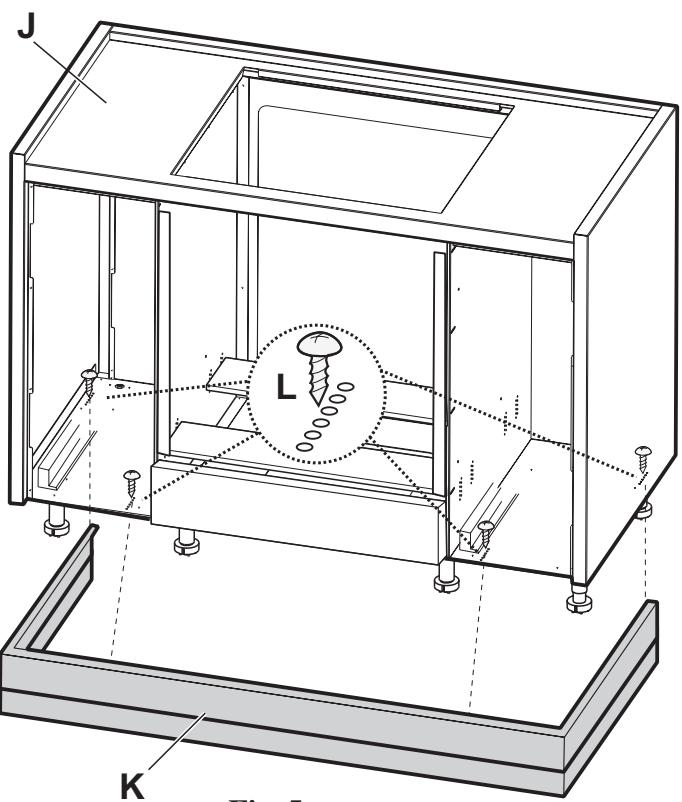

Fig. 5
7. Sujete la estructura en la zona que usted haya elegido y controle que el plano de trabajo **J** esté perfectamente nivelado (en caso contrario regúle las pedanas **F**). **Fig 5**.
8. Sujete la juntura **K** a la estructura con 4 tornillos (la juntura puede sujetarse con distintos espesores según las necesidades, con esta intención se adjuntan diversas series de orificios **L** para la sujeción) **Fig 5**.